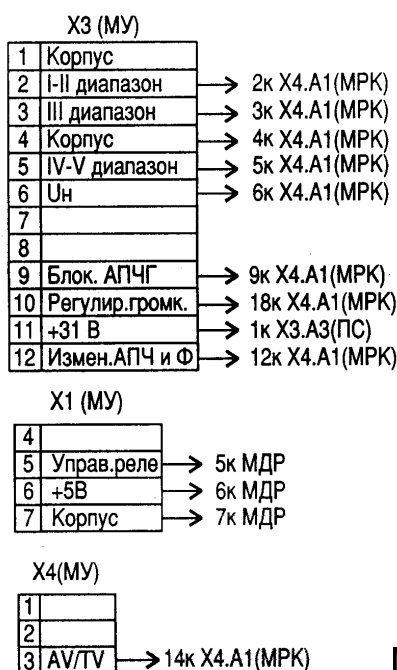

рис. 1
Подключение МУ-56(55) к телевизору "Электрон 61/51 ТЦ 433/436д" осуществляется согласно схеме, показанной на рис. 1. Разрезать провода МУ-56 (55) не рекомендуется, так как это может отразиться на Вашем бюджете в случае гарантийного ремонта МУ-56 (55). Просто необходимо изготовить переходники для облегчения подключения МУ-56 (55) к теле-